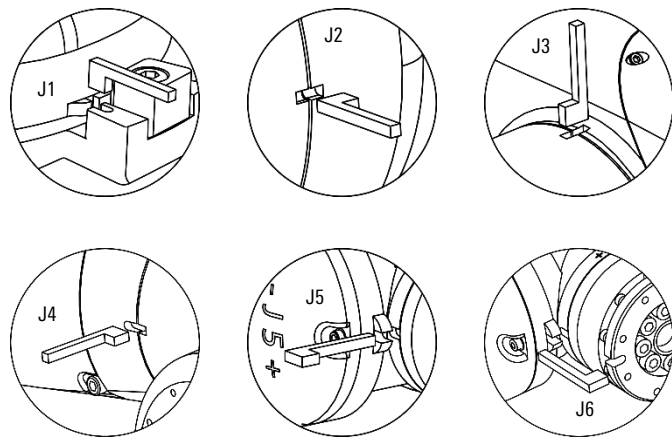

图 10-3 零点标定块标定方式
对路径定位精度有粗略要求时，采用标定块标定，如图 10-3 所示。
- 采用标定块进行操作机标定时，先肉眼观察标定槽基本对齐，降低操作机运行速度至手动最低档，微调轴位置后，采用标定块标定，经多次微调后，标定块同时插入两个标定槽即可，如图 10-3 所示。